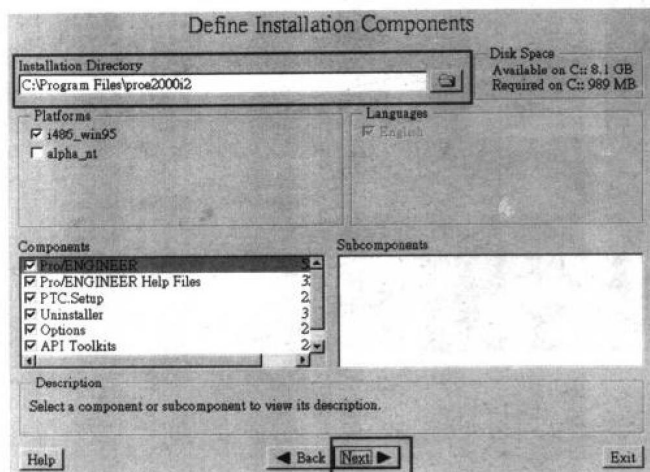

图1-12
(2) 然后依照屏幕上的提示输入安装文件的目录位置(如图1-12所示)。